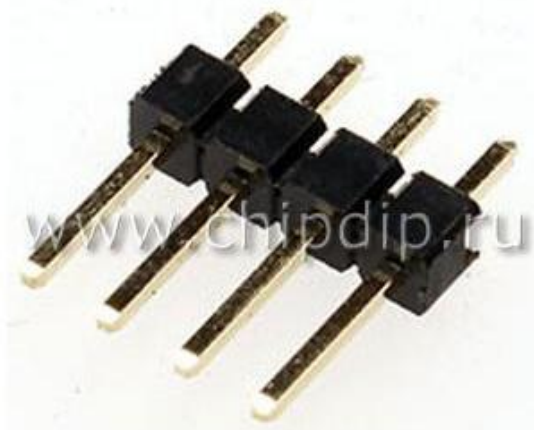

Рис. 25 Разъем PLS4
- 9.1 Разъемы бывают разных типов. При составлении учебных проектов мы будем применять разъемы типа PLS2, PLS4 либо PLS6, на два, четыре и шесть контакта соответственно (рис. 25).